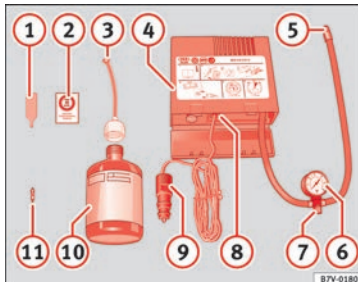

Abb. 67 Prinzipdarstellung: Bestandteile des Pannensets
- Ventilkegel und Ventileinsatz vom Reifenventil abschrauben. Verwenden Sie den Ventileinsatzdrehwerk »» **Abb. 67 1** zum Heraus-schrauben des Ventileinsatzes. Legen Sie den Ventileinsatz auf einem sauberen Untergrund ab.
- Reifendichtmittelflasche kräftig schütteln »» **Abb. 67 10**.
- Schrauben Sie den Einfüllschlauch »» **Abb. 67 3** auf die Dichtmittelflasche. Die Folie am Verschluss wird automatisch durchstoßen.
- Verschlussstopfen vom Einfüllschlauch »» **Abb. 67 3** entfernen und das offene Ende ganz auf das Reifenventil stecken.
- Ventileinsatz mit dem Ventileinsatzdrehwerk »» **Abb. 67 1** wieder in das Reifenventil schrauben.
- Reifenfüllschlauch »» **Abb. 67 5** des Luftkompressors fest auf das Reifenventil schrauben.
- Prüfen, ob die Luftablassschraube »» **Abb. 67 7** zuge dreht ist.
- Stecker »» **Abb. 67 9** in die 12 Volt-Steckdose des Fahrzeugs stecken »»  Seite 165.
- Luftkompressor mit dem EIN- und AUS-Schalter »» **Abb. 67 8** einschalten.